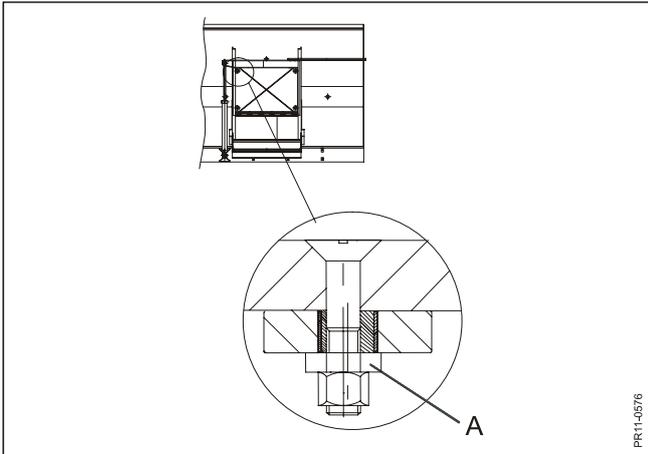

Fig. 9.7
- Fig. 9.7** Revise los rodillos de la tapa cada 6 meses, y regular si es necesario. Suelte las tuercas. El rodillo se instala ocupando la exentrica (A). La tapa debe estar paralela a la guía con lo mínimo de juego entre el rodillo y el borde.